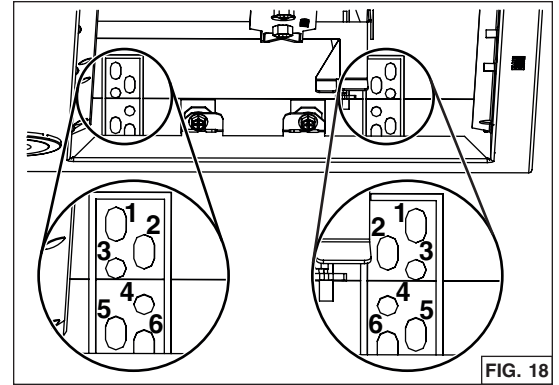

FIG. 18
3. Levantar la campana hasta que su borde quede en la base del gabinete. Sujetar la campana al gabinete usando 4 tornillos para madera n° 8 x 5/8 pulg. incluidos en la bolsa de piezas (2 tornillos a cada lado). Usar los orificios superiores o inferiores (1, 2, 3 o 4) (FIG. 18).